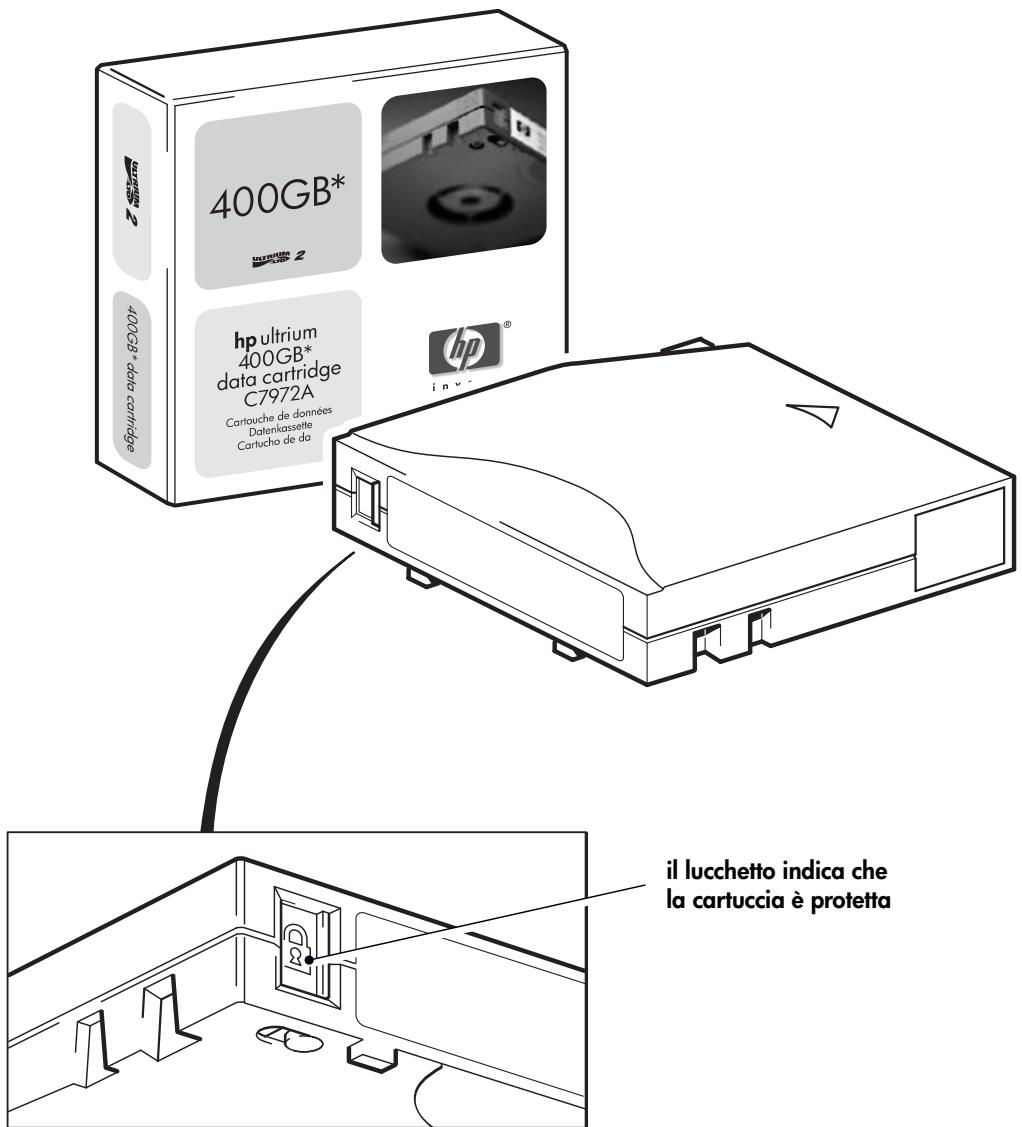

Figura 8: protezione da scrittura delle cartucce
- Per consentire la scrittura su una cartuccia, prima di caricarla nell'unità, far scorrere la linguetta rossa fino ad aprire il foro. La Figura 8 indica la posizione della linguetta per la protezione da scrittura.